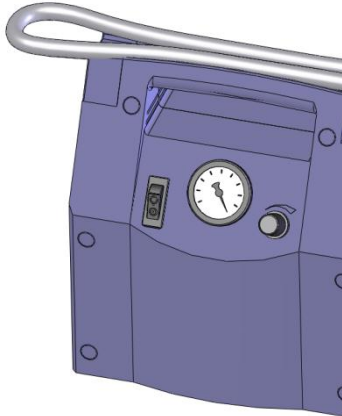

Abb. 27
11. Den Saugschlauch knickfrei in die Mulde des Tragegriffes eindrücken (Abb. 27). Zur Lagerung Gerät trocken und staubfrei aufbewahren. Saugschlauch und Netzkabel nicht knicken.